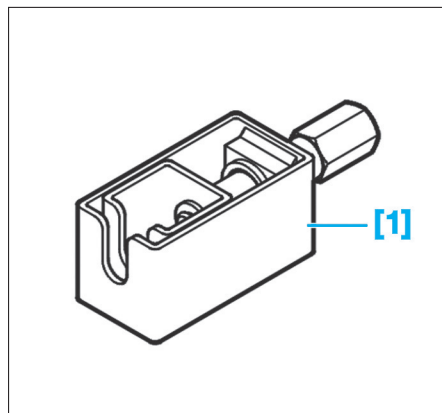

FIG. 8
- [1]. Outil de désaccouplement (réf : 999 7071) (Fig.8).
- [2]. Levier de désaccouplement sur le boîtier de commande (réf : 999 7071) (Fig.8).